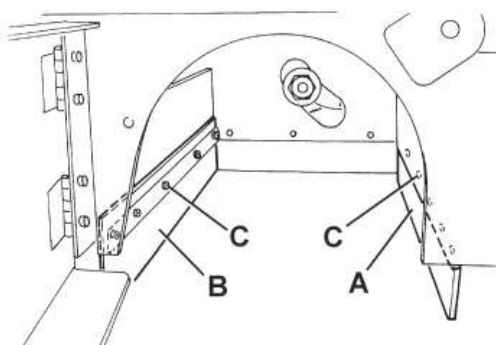
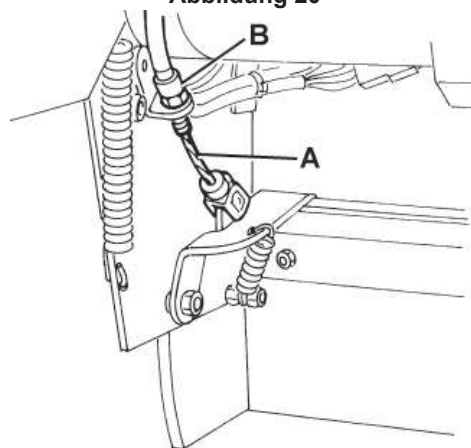
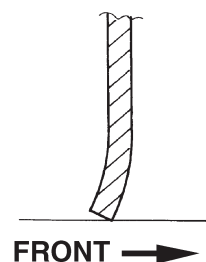

Abbildung 22
Abbildung 23
Abbildung 24
9. Prüfen, dass die Flaps vorn (A, Abb. 22) und hinten (B) unversehrt sind.
10. Überprüfen, ob die vordere (A, Abb. 22) und die hintere (B) Schmutzfangklappe leicht auf dem Boden schleifen bzw. ob sie den Boden zumindest berühren (siehe Abb. 24). Falls erforderlich, Schrauben (C, Abb. 22) lösen und Schmutzfangklappenstellung einstellen. Danach Schrauben (C) wieder eindrehen.
11. Das Pedal für die vordere Schmutzfangklappe (75) ganz heruntertreten und überprüfen, ob sich die vordere Schmutzfangklappe um ca. 5 cm hebt.
Das Pedal loslassen und überprüfen, ob die Schmutzfangklappe in ihre Ausgangsstellung zurückkehrt und nicht in einer Zwischenstellung stehenbleibt. Falls erforderlich, das Schmutzfangklappenkabel (A, Abb. 23) mit der Einstellvorrichtung (B) vorne links auf der Schmutzfangklappe einstellen (für das Auswechseln des Steuerkabels der vorderen Schmutzfangklappe siehe Service-Anleitung).